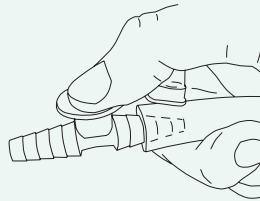

Abb. 18
2. Halten Sie die Öffnung des Absaugschlauchs (Abb. 1(I)) und des Fingertips (Abb. 18) zu.
2. Steuern Sie den Absaugvorgang und das gewünschte Vakuum mit der Nebenluftöffnung am Fingertip (Abb. 18)